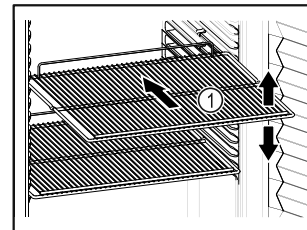

Fig. 82 Beispielhafte Darstellung
- ☐ Wenn Abstellroste Fig. 82 (1) versetzbar sind, je nach Höhe anpassen.